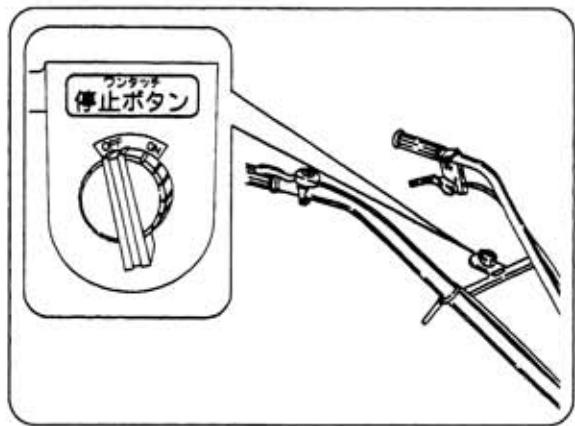

図12
③ 停止スイッチを〔OFF〕位置にしてください。エンジンが停止します。(図12)